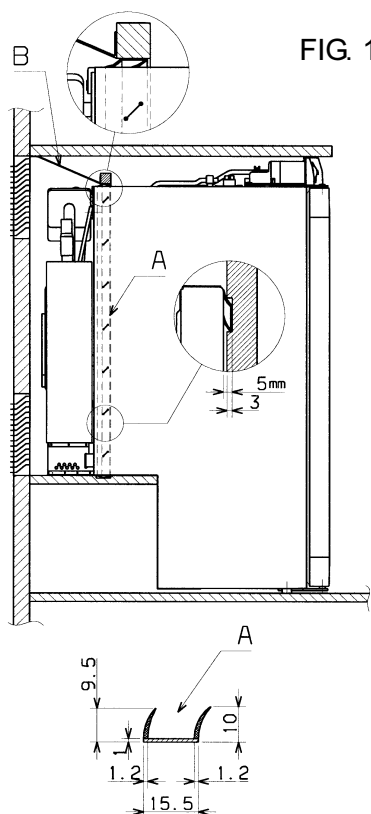

FIG. 1
Il faut également installer une plaque de refoulement (B), munie des joints à lèvres (A) difficilement inflammable, dans le renforcement (voir fig. 1).
La plaque (B), munie des joints à lèvres (A), doit également isoler le réfrigérateur par rapport à la pièce (voir fig. 1).